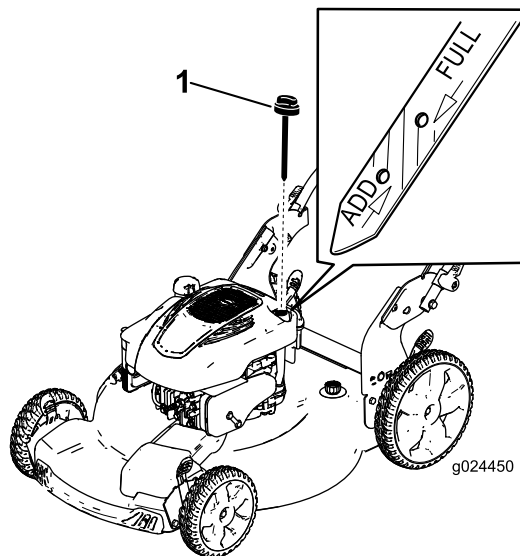

図 6
2. キャップを左に回してディップスティックを抜き取る 図 6。
5. ディップスティックの目印で油量を点検する 図 6。